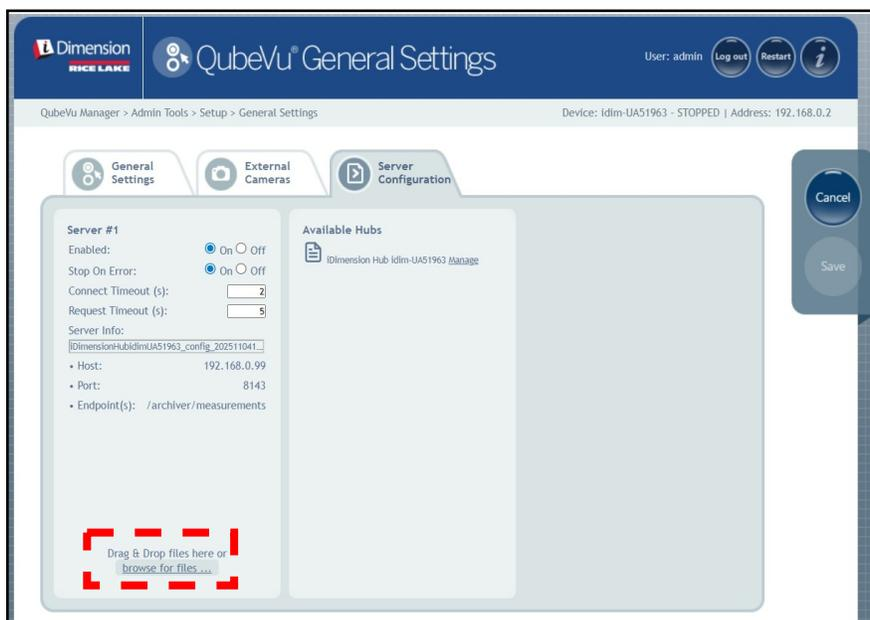

Figura 5-10. Pestaña de configuración del servidor
- Seleccione **browse for files...** (buscar archivos...) para elegir el archivo de configuración del servidor (véase la Figura 5-10 en la página 30).